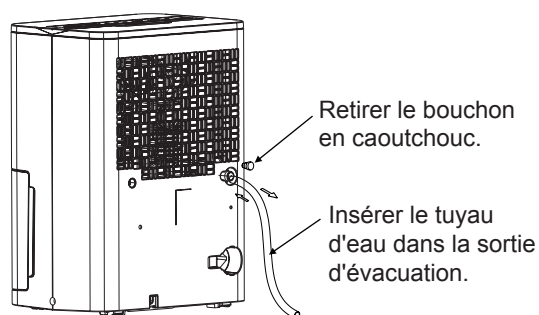

Fig. 8
- Insérer le tuyau d'eau dans la sortie d'évacuation à l'arrière de l'appareil, comme indiqué sur la Fig. 8. Raccorder le tuyau d'eau à la sortie du tuyau d'évacuation de l'appareil. S'assurer que la connexion du tuyau d'eau et de la sortie du tuyau d'évacuation de l'appareil est serrée et que l'eau ne peut pas fuir.